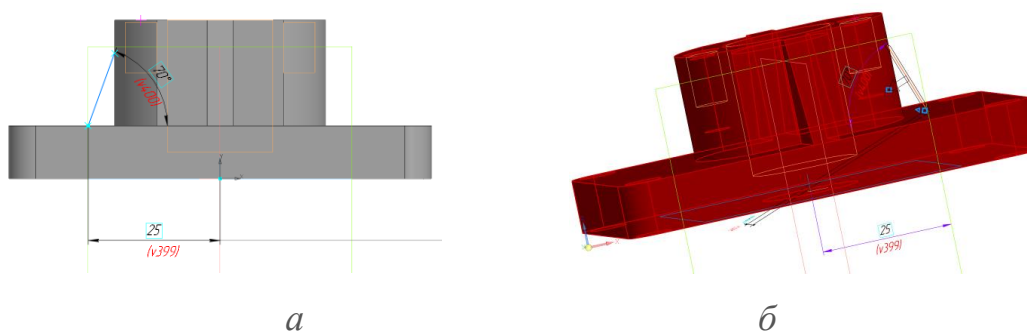

Рис. 27 Ребро жесткости 2: *а* – эскиз 6, *б* – команда «Ребро жесткости 2»
- **Инструменты эскиза – Геометрия – Отрезок.** Параметры операции Отрезок: размерные зависимости (рис. 27).
- **Твердотельное моделирование – Элементы тела – Ребро жесткости.** Параметры операции Ребро жесткости: контур ребра жесткости – Эскиз 6; положение – в плоскости эскиза; толщина ребра жесткости – 6 мм (см. рис. 27).